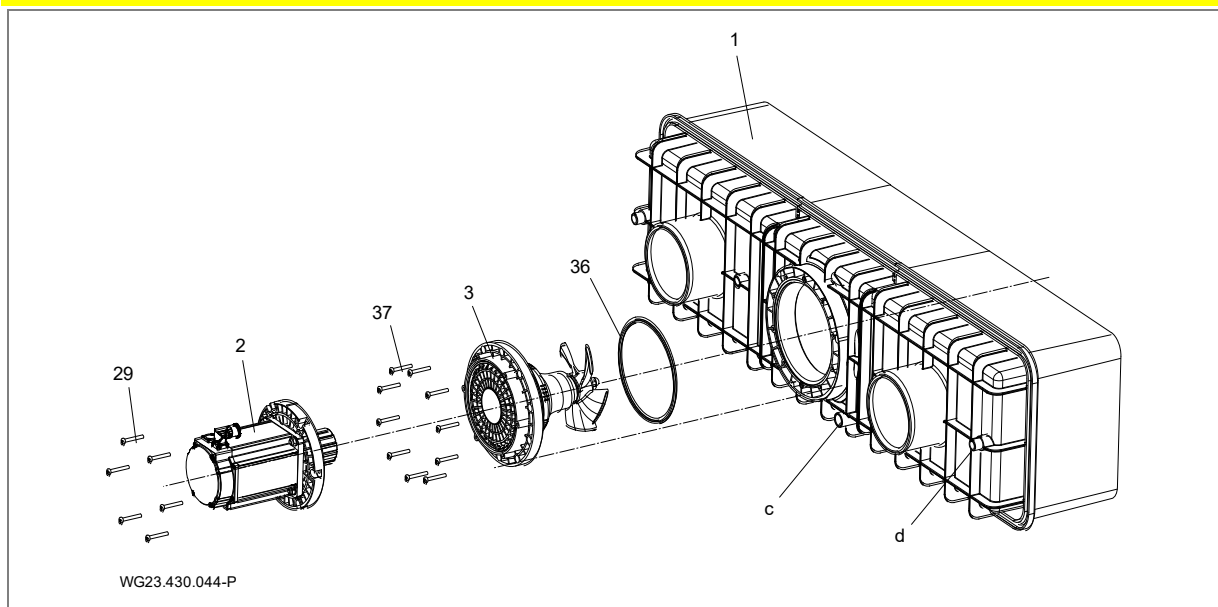

Fig. 16
1. Engrase el empalme (d, (Fig. 16)) en la carcasa de plástico (1) y el conector hembra de conexión de la manguera protectora para cables (12) con limpiador PVC-U/ABS.
La colocación de la instalación debe realizarse en un foso que limita con el borde de la piscina. En el espacio de montaje debe haber una ventilación y aireación correctas y un sumidero suficiente. Debe disponerse de una opción de fijación para el convertidor de frecuencia y el armario de control, así como para la manguera protectora para cables (a ser posible por encima del nivel del agua). En el foso debe disponerse de una conexión para una conexión equipotencial. Ver "Fig. 16", página 22.